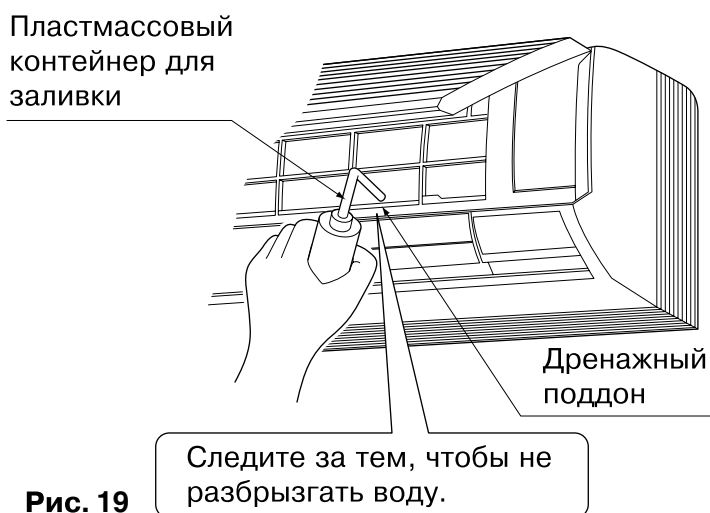

Рис. 19
(2) Убедитесь в том, что дренаж работает правильно.
- После проведения всех работ по подключению дренажных труб проверьте дренаж, открыв лицевую панель, **удалив воздушный фильтр**, залив немного воды в дренажный поддон и убедившись в равномерном вытекании воды из шланга. **(См. рис. 19)**